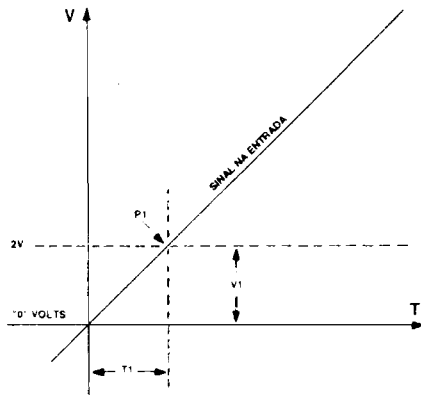

FIG. 9
**- FIG. 9 - DETALHANDO A INTERPRETAÇÃO DO "LIMIAR"...** - Para mais facilmente entender essa questão do exato "limiar" ou ponto de transição consistentemente reconhecido por uma Entrada C.MOS, vamos dar uma olhadinha no diagrama da fig. 9... Nele, um gráfico simula a aplicação de uma transição relativamente lenta de Tensão à dita Entrada, num "crescimento" da Tensão em função do Tempo, quase que em "rampa", sem "degraus" definidos... Observem que, durante todo o período de Tempo  $T_1$ , embora "subindo" o nível ou valor da Tensão aplicada à Entrada, esta "verá" um nítido nível "baixo" ou "0", uma vez que o ponto de transição (em aproximadamente 2V...) não terá sido atingido... Já depois de decorrido o Tempo  $T_1$ , com o valor de Tensão do sinal de Entrada ultrapassando o "limiãr" de 2V, a Entrada passa a "reconhecer" um nível digital "alto" ou "1"... Com pequenas variações de parâmetro, o mesmo fenômeno ocorre se o nível de Tensão do sinal de Entrada se manifestar "descendo"... É sempre bom levar em conta esse fator (importante, na área DIGITAL...) do exato ponto de transição reconhecido pelos gates ou blocos lógicos "daquela" tecnologia... De um modo geral, é conveniente providenciarmos para que uma Entrada C.MOS DIGITAL sempre receba níveis muito definidos, lembrando